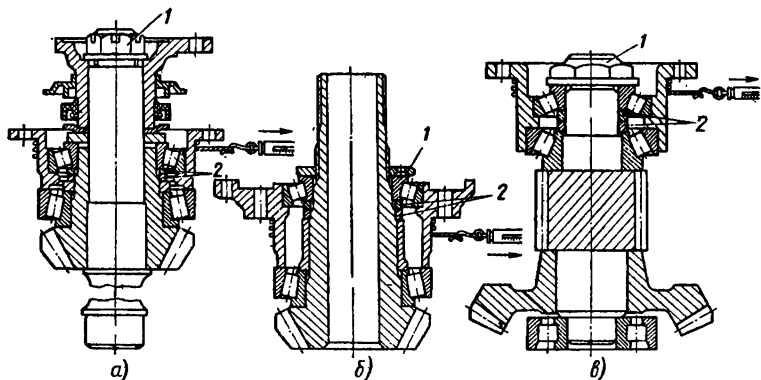

Рис. 74. Данные для проверки предварительного натяга:
1) уменьшите толщину пакета регулировочных шайб 2 (рис. 74, а и б) на величину осевого перемещения плюс 0,04...0,06 мм, используя шлифование или замену одной или обеих регулировочных шайб шайбами из комплекта запасных частей (табл. 2).
2) затяните гайку 1 (рис. 74, а) крепления фланца конической шестерни главной передачи заднего моста или гайку 1 (см. рис. 74, б) крепления подшипников промежуточного моста; момент затяжки должен составлять 235...353 Н·м (24...36 кгс·м);
1) уменьшить толщину пакета регулировочных шайб 2 (рис. 74, в) шлифованием, заменой одной или обеих